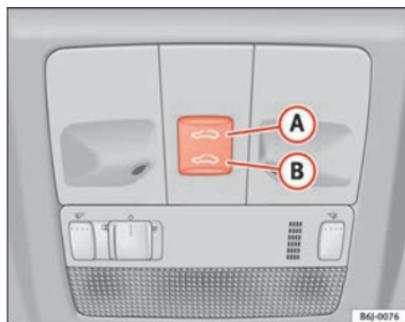

Fig. 52 Tecto panorâmico / deflector
- Pressionar e manter pressionado o botão **(B)** ⇒ Fig. 52 ⇒ **(A)**, o tecto realiza o movimento de fecho até que se solte o botão.